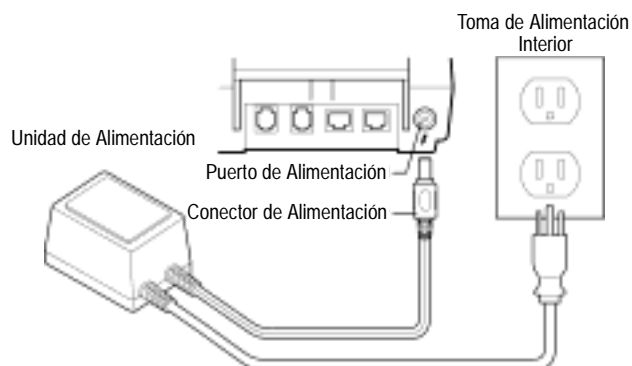

Figura 14 Conexión de la Unidad de Alimentación del OMNI 3200
1. Introduzca el conector con forma de cilindro del extremo de un cable de la unidad de alimentación en el puerto de alimentación redondo ubicado en el panel posterior del terminal (consulte la Figura 14). El puerto de alimentación se identifica con el icono de “energía eléctrica”, ilustrado a la derecha.